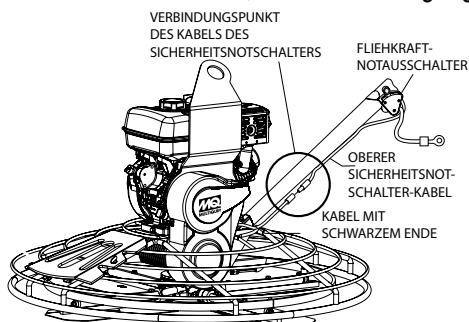

Abbildung 8. Verbindung des Sicherheitsnotausschalters
1. Verbinden Sie das schwarze Kabelende aus dem Motor mit dem **oberen** schwarzen Kabel des Sicherheitsnotausschalters, wie in Abbildung 8 gezeigt.